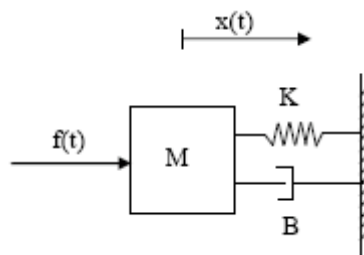

Figura 1. Sistema Masa Resorte.
1.- Utilizando lo aprendido en la práctica anterior, obtener la respuesta del sistema de la Figura 1, que se trata de una masa M unida a un muelle de constante K , y con un rozamiento viscoso B . El objetivo será ver cómo afecta la fuerza $f(t)$ al movimiento de la masa descrito por $x(t)$.